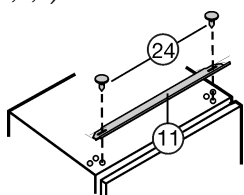

Fig. 20
- Atornille el panel de compensación Fig. 20 (11) a través de los agujeros oblongos sobre el
- ▶ Desplace el panel de compensación Fig. 20 (11) hasta el tope hacia el lado del tirador.